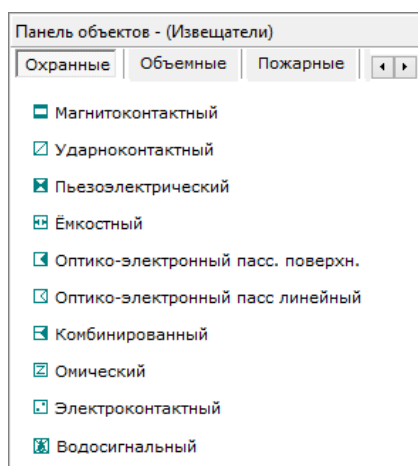

Рисунок 6-490 Панель объектов – Извещатели вкладки "Охранные"
- Охранные (см. Рисунок 6-490),